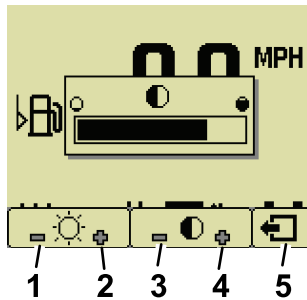

Bild 20
2. Verwenden Sie die Plus- und Minus-Symbole, um die Helligkeit/Kontrast in der Popup-Menüleiste (Bild 20) zu ändern.